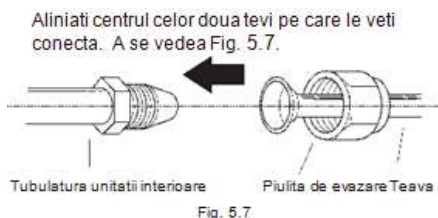

Fig. 5.7
1. Aliniati centrul celor doua tevi pe care le veti conecta. A se vedea Fig. 5.7.